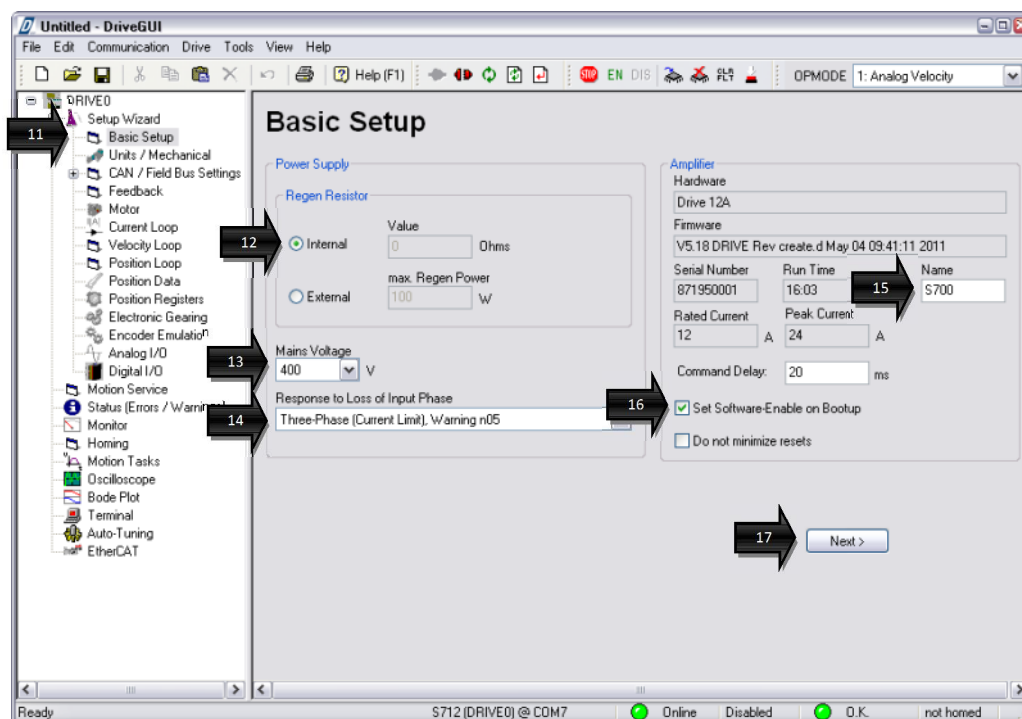

Рисунок 11 – Окно «Basic Setup»
- 5.2 В открывшемся окне «Basic Setup» (рис. 11) вводятся базовые установки (табл. 1).